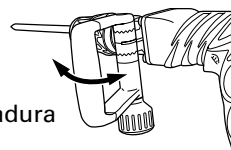
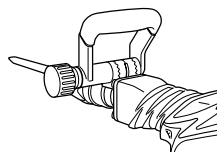
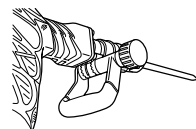

Fig. 6
Fig. 7
Fig. 8
- (2) Ajústela en una posición que facilite la operación vertical (hacia arriba y hacia abajo), como se muestra en la Fig. 6, la Fig. 7 y la Fig. 8.
- (3) Gire la empuñadura en el sentido de Ⓑ para fijar el asa.